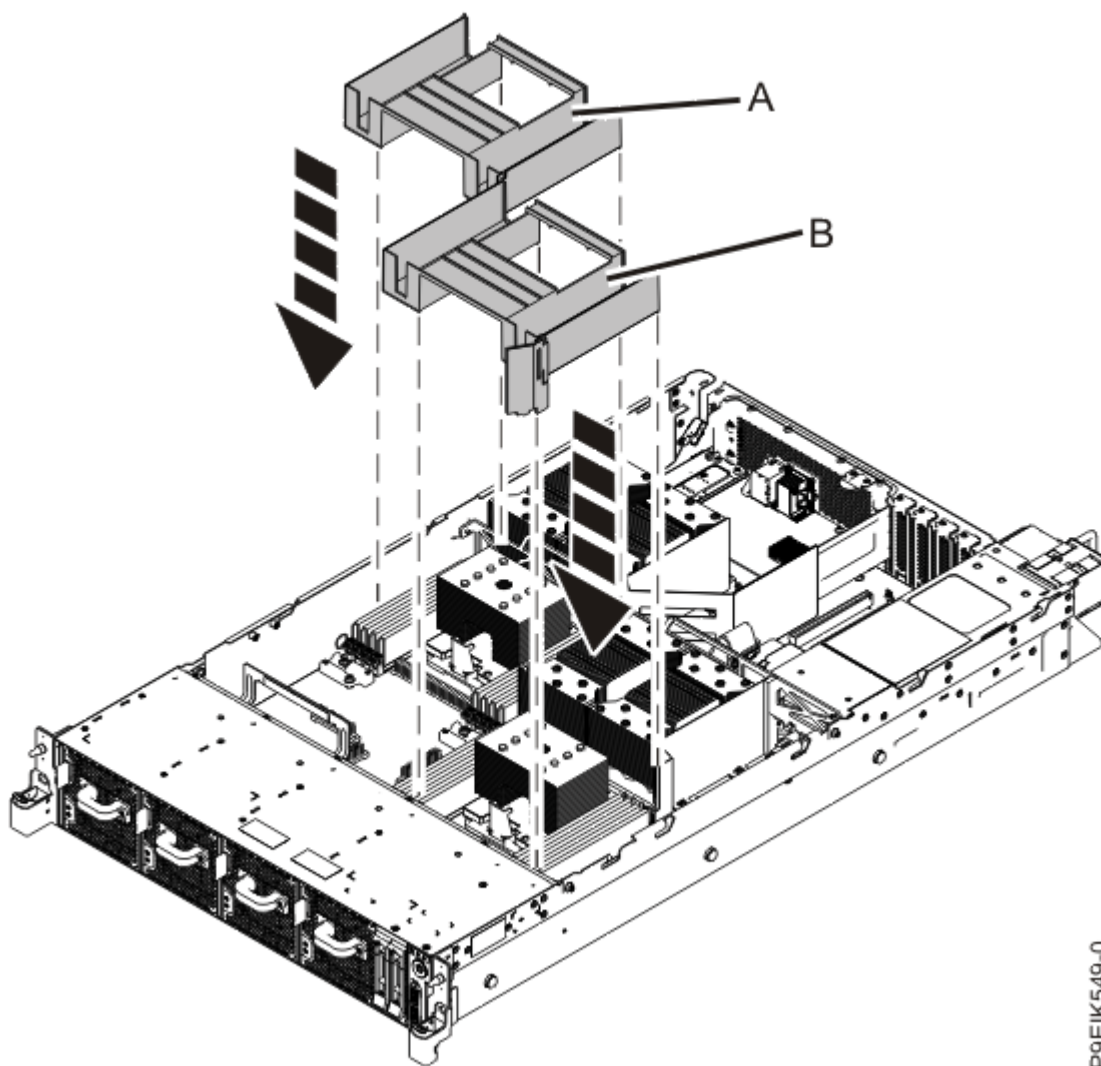

Figura 89. Sustitución de los deflectores de aire del procesador del sistema
11. Vuelva a colocar los deflectores de aire (A) y (B) tal como se muestra en la Figura 89 en la página 108.